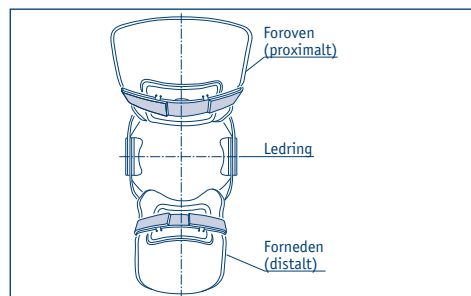

Fig. 3: Forreste skuffesympotom
- Ved hjælp af de to knæhasepuder (fig. 3) dannes et 4-punkt system, f.eks. ved forreste instabilitet (skuffesympotom).